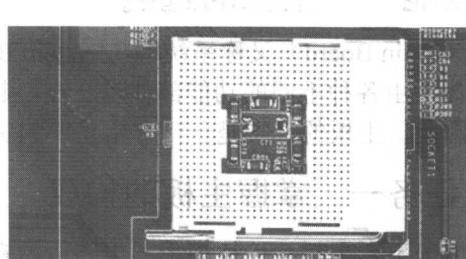

图 1-3 Socket 478 插座
(2) Socket 478 插座：它是 Intel 845、Intel 865、Intel 875、Intel 848 等芯片组所采用的接口类型。它支持 Pentium 4 系列处理器，它采用的是针脚式接口方式，针脚数为 478 针。Socket 478 的 Pentium 4 处理器面积很小，其针脚排列极为紧密。如图 1-3 所示就是 Socket 478 结构的 CPU 插座。